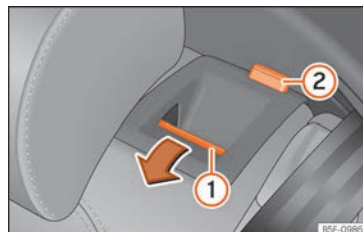

Fig. 119 Asiento trasero: abatir el respaldo.
- Pulse la tecla de desbloqueo »» **fig. 119** ① hacia delante y, al mismo tiempo, abata el respaldo. El respaldo trasero está desbloqueado cuando se ve una marca roja en la tecla ②.
El respaldo trasero está desbloqueado cuando se ve una marca roja en la tecla » fig. 119 ②.